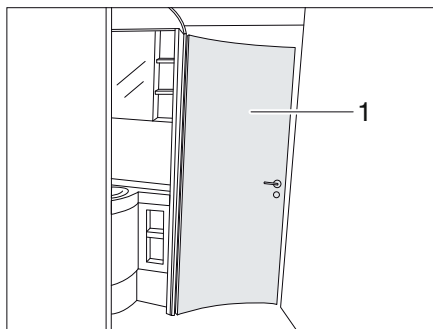

Bild 224 Badrum
Toalettdörren (Bild 224,1) kan låsas i 1-3 olika öppningsvidder, beroende på utförande, till ett badrum. Beroende på vald öppningsvidd förbinds olika rumsdelar med varandra.
- ▷ Toalettdörren (Bild 224,1) får inte användas som rumsavskiljare under körning. För dörren i normalläge (toalettområde isolerat).